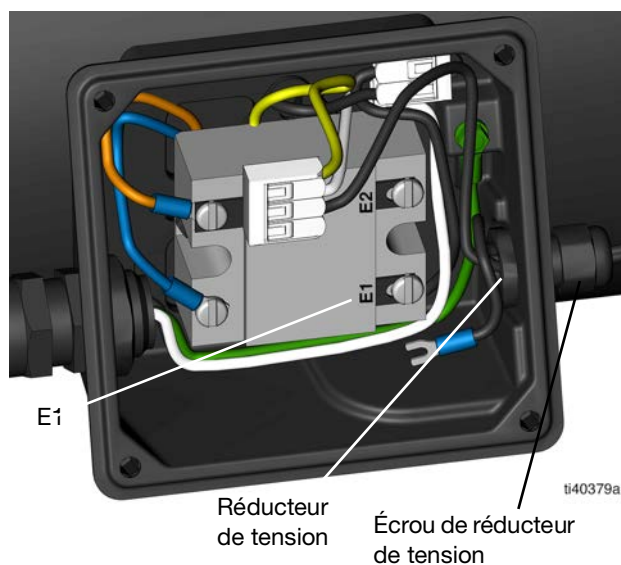

FIG. 32
- Tournez l'écrou du réducteur de tension à l'aide d'une clé jusqu'à ce qu'il soit serré (voir FIG. 32).
- Sertissez le connecteur à fourche sur l'un des fils du câble de pression (voir FIG. 32).
11. Réinsérez le deuxième fil dans le connecteur contenant les câbles jaune et blanc (Fig. 32).